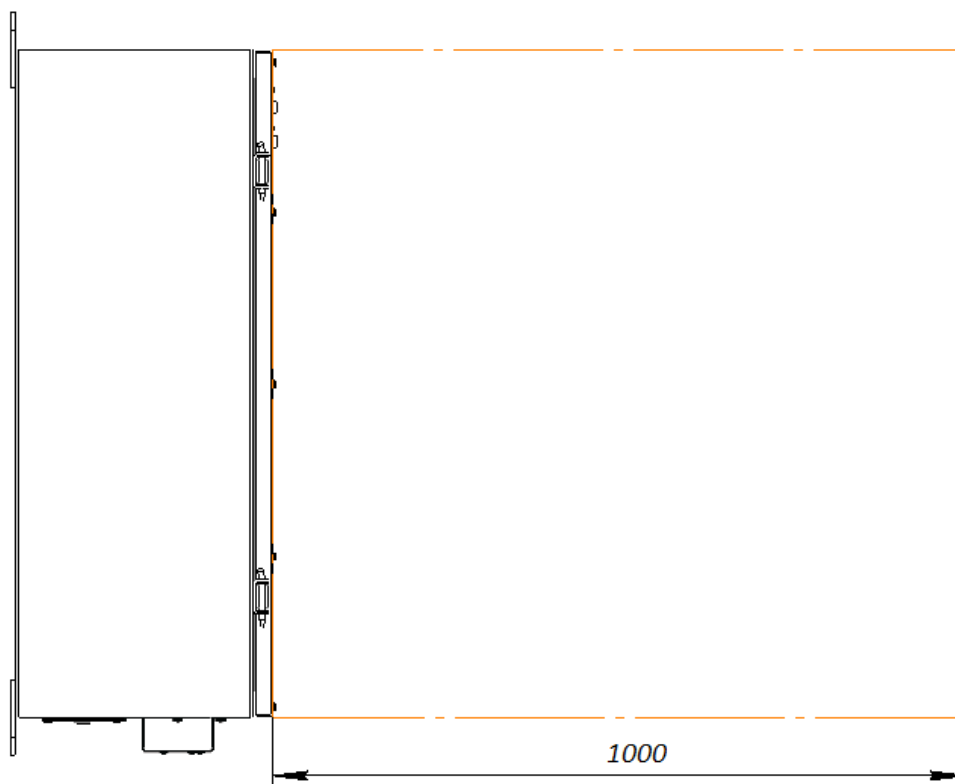

Рисунок 7 – Зона обслуживания ПРА (вид сбоку)
2.1.2.2 При выборе места размещения ПРА должна быть предусмотрена зона обслуживания (см. рис. 7).